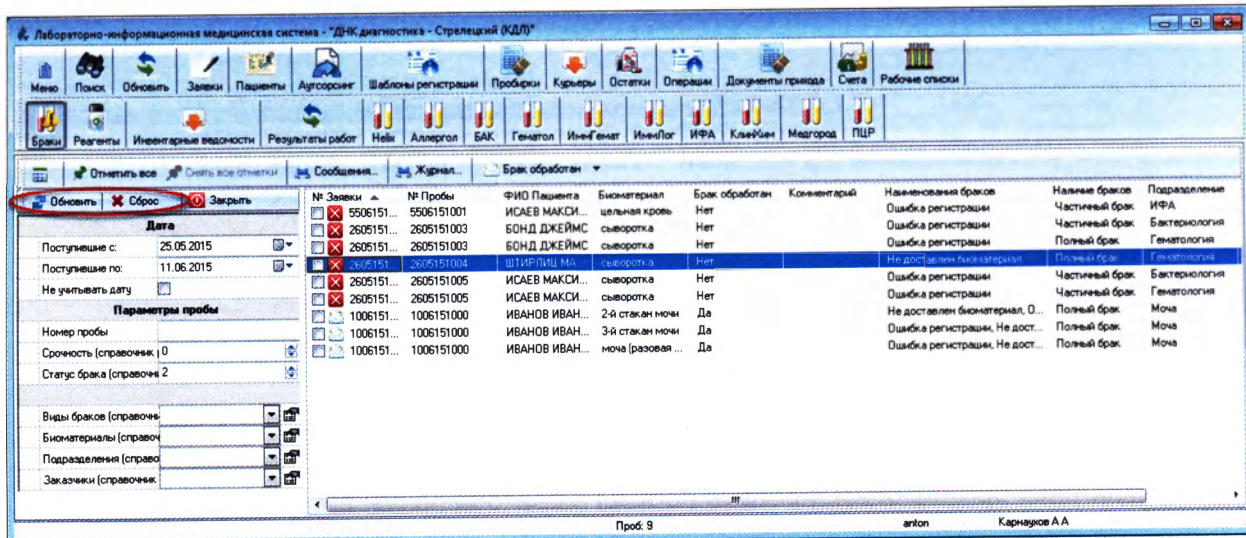

Рисунок 7.18
1. Подготовьте журнал, для этого в фильтре нажмите кнопку **«Сброс»**, затем кнопку **«Обновить»** (Рисунок 7.18). В этом случае журнал будет распечатан для текущей даты.